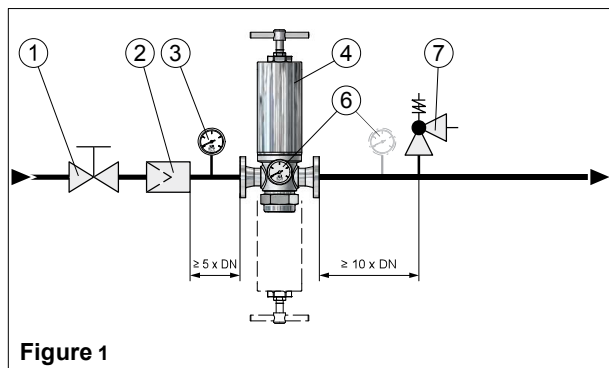
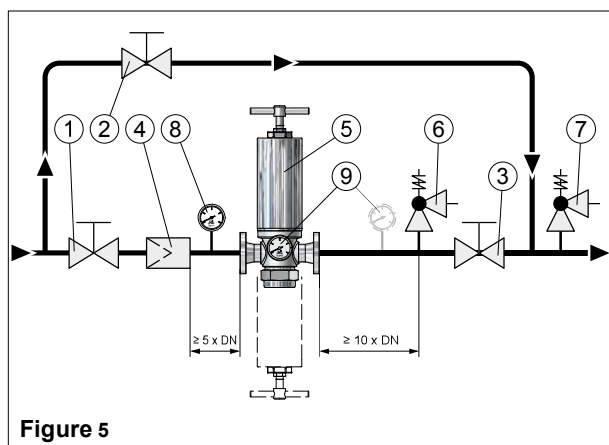

Figure 1
Figure 5
Les fig. 1 - 4 montrent les formes les plus fréquentes d'incorporation d'un détendeur sur la conduite. Dans le cas d'installations jouant un rôle important dans le service et dont un défaut éventuel du détendeur entraînerait une défaillance intolérable des consommateurs en aval, il faudra prévoir une conduite de by-pass (fig. 5 - 6) obturable. Si un dérangement survient, cette conduite de by-pass permettra de maintenir un service d'urgence. En service normal, la conduite de by-pass devra rester fermée.
Si entre le détendeur (5) et la soupape de sûreté (7) se trouve une soupape de fermeture (3), par ex. en cas d'incorporation d'une conduite de by-pass (fig. 5 - 6), une soupape de sûreté supplémentaire (6) pourra s'avérer nécessaire pour protéger le détendeur. Ce sera le cas lorsque la pression amont est supérieure à la pression maximale admissible dans la partie du détendeur soumise à la pression aval. La pression de réaction de cette soupape de sûreté devra être supérieure d'au minimum 10 % à la pression de réaction de la soupape de sûreté (7) de l'installation. Toutefois, elle ne doit pas être supérieure à la pression nominale au niveau du côté sortie du détendeur.